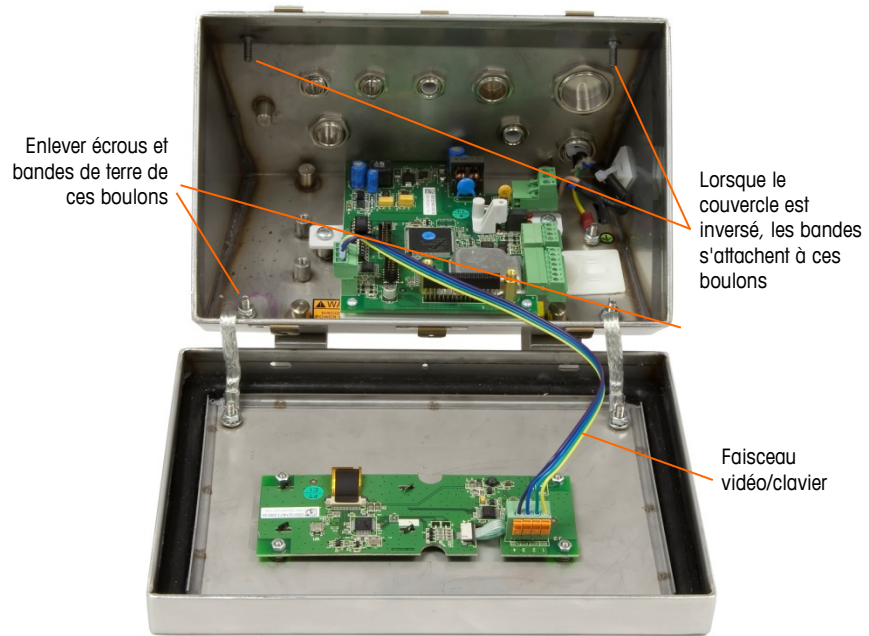

Figure 2-21 : Desserrage des bandes de mise à la terre
ensuite vers l'arrière jusqu'à ce que les deux clips à ressort restants soient dégagés. Soulevez avec soin pour le détacher du boîtier et glissez-le vers l'avant. Le couvercle est fixé au boîtier par deux serre-câbles/câbles de mise à la terre. Il est connecté à la carte principale par le faisceau vidéo/clavier (voir la Figure 2-21).
- b. Desserrez et enlevez les deux écrous fixant les deux bandes de mise à la terre (elles servent également de charnières au couvercle avant) au boîtier arrière. Voir la Figure 2-21.